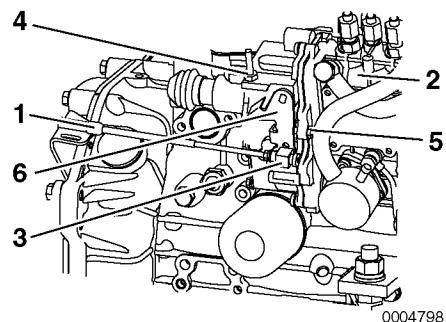

Figura 4
Nunca ajuste el perno de detención de alta velocidad (**Figura 4, (4)**) en el gobernador. Esto anulará la garantía del motor.